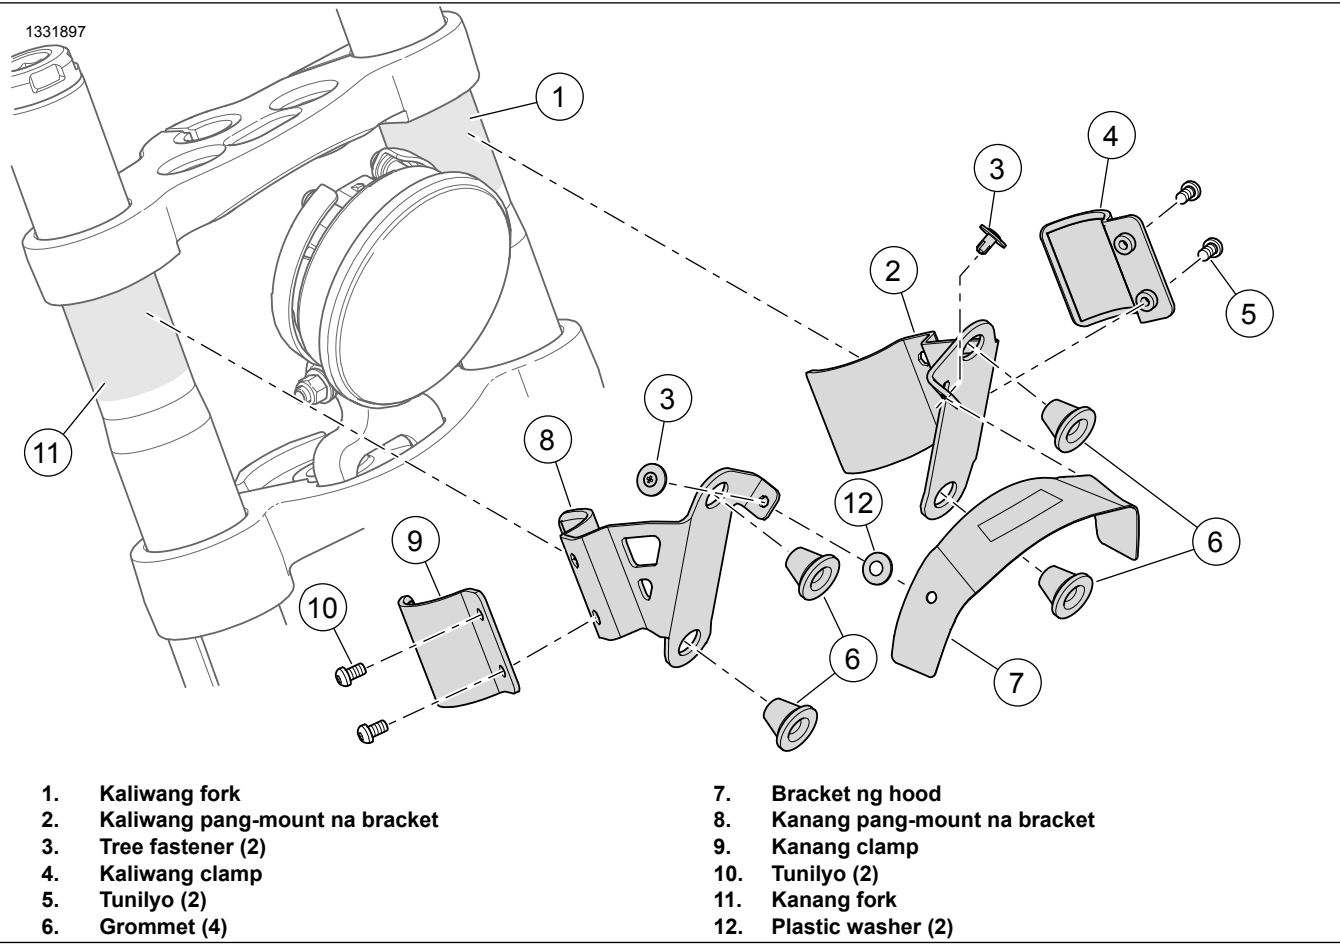

Figure 6. Assembly ng Bracket
1. Ikabit ang grommet (6) sa kaliwa at kanang pang-mount na bracket (2 at 8).
2. Figure 6 Ikabit ang assembly ng kaliwang pang-mount na bracket.
- a. Punasan nang mabuti ang bahaging pagkakabitan ng kaliwang fork (1).
- b. Maluwag na ikabit ang kaliwang pang-mount na bracket (2), clamp (4) at mga turnilyo (5).
- a. Punasan nang mabuti ang bahaging pagkakabitan ng kanang fork (11).
- a. Idikit ang plastic washer (12) sa bawat butas ng hood bracket (7).
- b. Ihanay ang mga butas ng fastener sa assembly ng kaliwa at kanang bracket (2 at 8) sa bracket ng hood (7).
- c. Tiyakin na ang bracket ng hood (7) ay nakasentro sa headlamp.
- d. Ikabit ang mga tree fastener (3) kapag tama ang pagkakahanay ng lahat ng bracket.